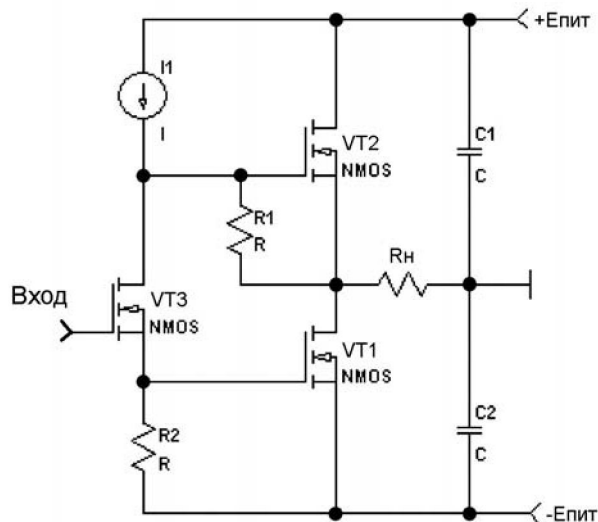
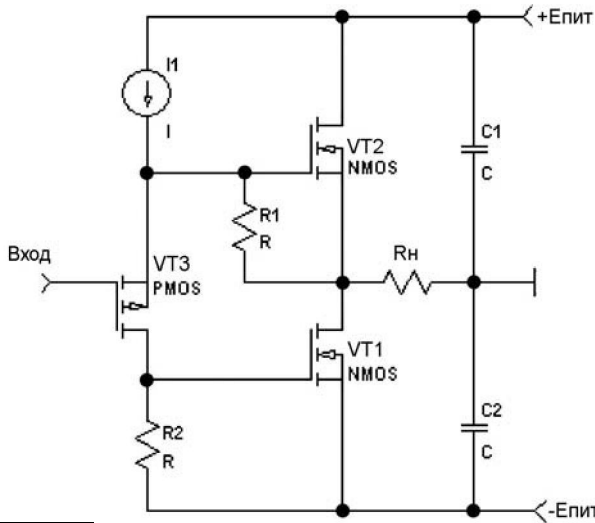
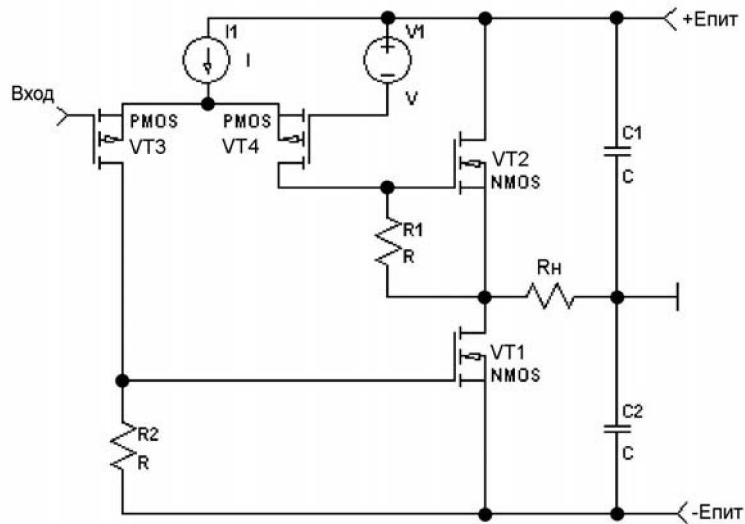
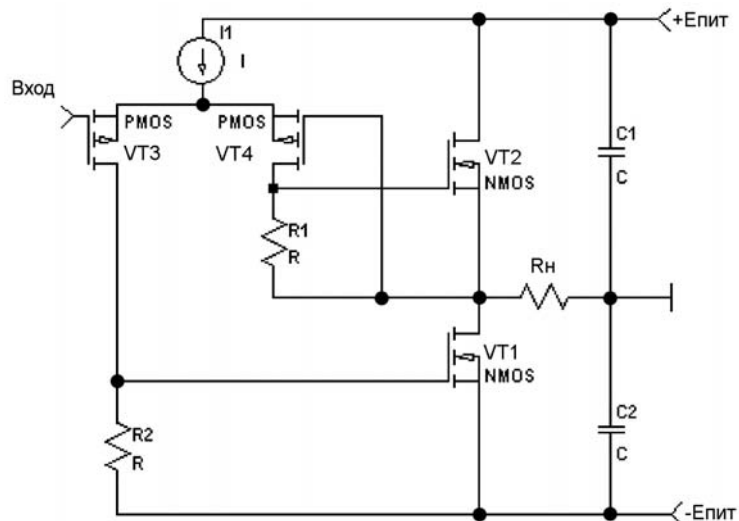

Рис.1
Рис.2
Рис.3
Рис.4
Классический выходной каскад на двух n-канальных полевых транзисторах был предложен Дж. Линсли Худом ещё в 1969 г. В этой схеме (**рис.1**) в фазоинверторном каскаде для n-канальных мощных полевых транзисторов VT1 и VT2 используется также n-канальный транзистор VT3 меньшей мощности. Использование в выходном каскаде мощных транзисторов одного типа проводимости вызвано тем, что n-канальные и p-канальные транзисторы, имеющие одинаковую мощность и напряжение сток-исток, очень сильно отличаются по остальным параметрам: крутизне, напряжению отсечки и т.д. Соответственно, при их совместном использовании в выходном каскаде УМЗЧ крайне трудно добиться его качественной работы.
Эта схема была разработана для УМЗЧ с глубокой ООС, значительно уменьшающей выходное сопротивление УМЗЧ. Однако в настоящее время для звуковоспроизводящей аппаратуры высокого класса считается предпочтительным разрабатывать УМЗЧ, не использующие глубокую ООС. А в этом случае схема **рис.1** имеет весьма ощутимый недостаток, а именно высокое выходное сопротивление, что не позволяет такому УМЗЧ работать на акустическую систему (АС) с импедансом 4...8 Ом.
Модернизированный вариант УМЗЧ Дж. Линсли Худа показан на **рис.2**. Основное отличие этой схемы – замена транзистора VT3 p-канальным прибором. По сути, схема **рис.2** – это повторитель входного напряжения с низким выходным сопротивлением.
Рассмотрим ещё один вариант построения выходного каскада с n-канальными выходными транзисторами, а именно с использованием дифференциального фазоинвертора (**рис.3**). Эта схема содержит не только источник образцового тока, но и источник образцового напряжения, что значительно усложняет её по сравнению со схемами, показанными на **рис.1** и **рис.2**. Однако из-за этого она имеет тот же недостаток, что и схема **рис.1**, – высокое выходное сопротивление при отсутствии глубокой ООС.
Чтобы устранить этот недостаток, доработаем схему с дифференциальным фазоинвертором, исключив из неё источник образцового напряжения и введя местную ООС (рис.4). Эта схема как бы объединяет схемы, показанные на рис.2 и рис.3. В схеме присутствует дифференциальный фазоинвертор на р-канальных транзисторах, и, в то же время, имеется местная ООС, которая превращает весь выходной каскад в повторитель входного напряжения.
Достоинство схемы, показанной на рис.4, – существенное повышение линейности работы выходного каскада УМЗЧ. Происходит это по двум причинам:
- во-первых, нелинейная емкость затвор-исток транзистора VT2 больше не является частью местной ООС, как это имело место в схеме, показанной на рис.2;
Чтобы сравнить работу схем, показанных на рис.2 и рис.4, достаточно просто в схеме рис.4 закоротить транзистор VT4 перемычкой, и схема рис.4 тут же превратится в схему рис.2. При этом разница в звучание УМЗЧ будет более чем заметная.
Оказалось, что в схеме рис.4 ток покоя выходных транзисторов VT1 и VT2 можно уменьшить практически вдвое, по сравнению со схемой рис.2 – до 50...60 мА. Но даже в этом случае уровень КНИ в схеме рис.4 был ниже, и звучала она заметно лучше.
На рис.5 показана полная схема выходного каскада УМЗЧ, построенного на основании схемы рис.4.